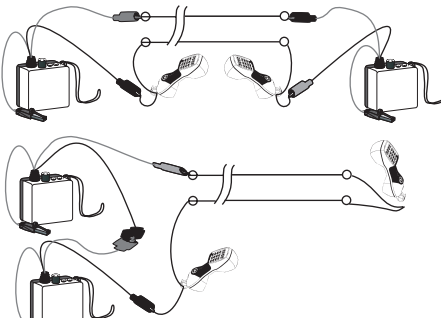

Figure 2. Fornecimento de potência para a conversação
*Se necessário, outros aparelhos de teste podem ser adicionados em série (para vermelha conectada à barra preta) para aumentar a potência de conversação (Figure 2).*